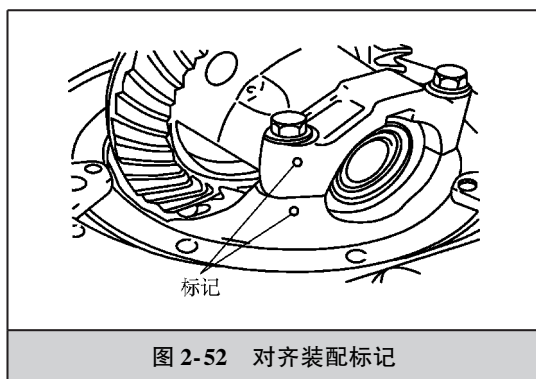

图 2-52 对齐装配标记
3) 给差速器壳两端装上轴承,再按照装配标记,装上轴承盖,并按规定的力矩,拧紧轴承盖固定螺栓,如图 2-52 所示。